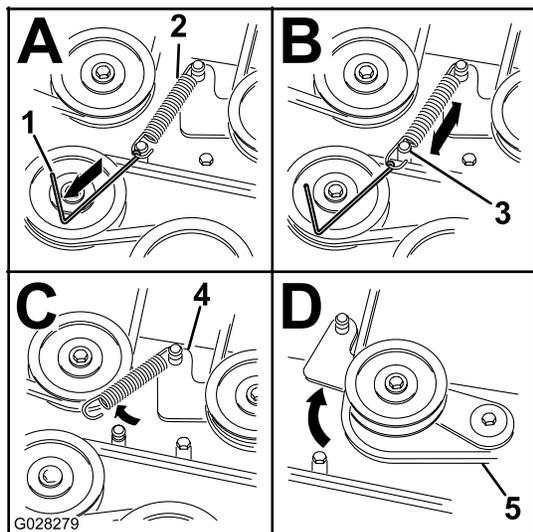

Figura 66
6. Usando una herramienta para la retirada de muelles (Pieza Toro N° 92-5771), retire el muelle tensor del espárrago de la carcasa para eliminar la tensión de la polea tensora (Figura 66).
1. Pase la correa nueva alrededor de las poleas del cortacésped y de la polea del embrague, debajo del motor (Figura 66).
2. Usando una herramienta para la retirada de muelles (Pieza Toro N° 92-5771), instale el muelle tensor sobre el gancho de la carcasa y tense la polea tensora y la correa (Figura 66).